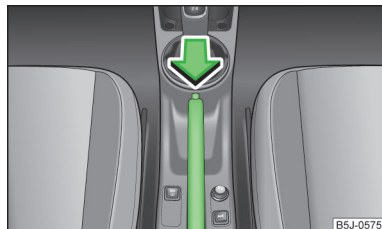

Fig. 87
- Trageți puțin în sus maneta frânei de mână și apăsați **simultan** butonul de blocare » fig. 87.